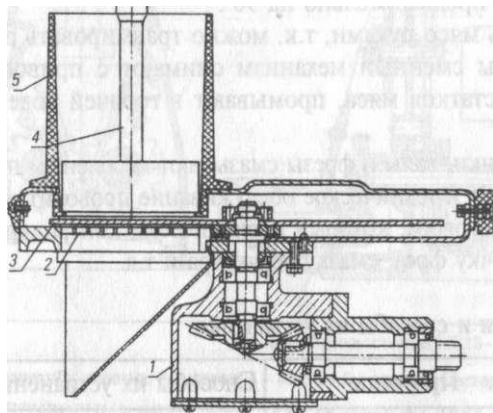

Рис. 2-7. Механизм для нарезки вареных овощей МС18-160.
**Механизм для нарезки вареных овощей МС18-160 (рис. 2.7)** Механизм входит в комплект универсального привода ПУ-0,6 и предназначен для нарезки вареных овощей ломтиками и кубиками. Он состоит из привода, корпуса, ножа, ножевой рамки и крышки с загрузочным бункером.